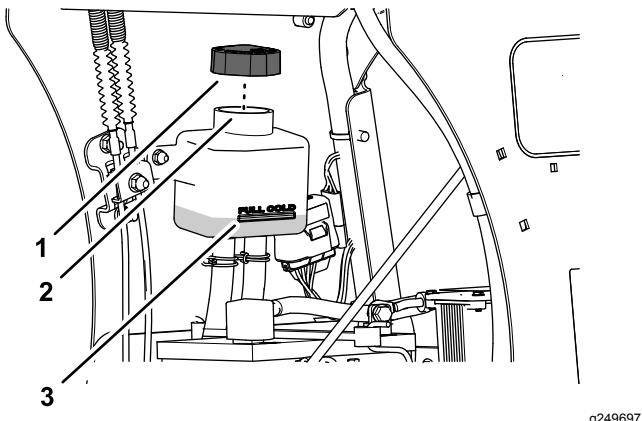

Figure 53
3. Enlevez le bouchon du vase d'expansion et contrôlez le niveau de liquide de transmission à l'intérieur (Figure 53).
4. Au besoin, faites l'appoint de liquide de transmission spécifié jusqu'à ce que le niveau atteigne le repère maximum à froid sur le vase d'expansion (Figure 53).
- Continuez d'ajouter le liquide de transmission spécifié jusqu'à ce qu'il atteigne le repère maximum à froid sur le vase d'expansion; voir Figure 53 sous Contrôle du niveau d'huile de transmission (page 46).